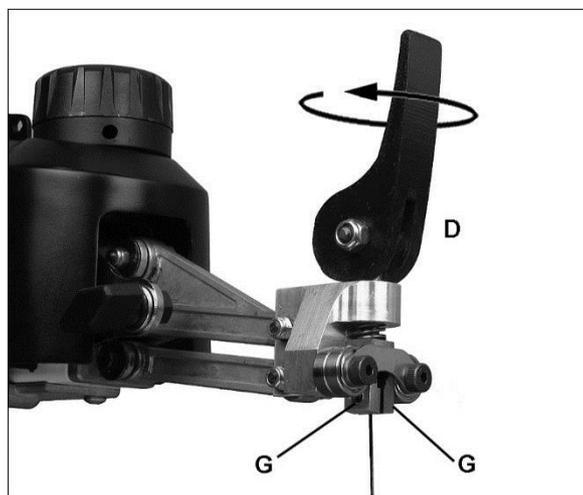

Fig 16
-La tension de la lame peut être augmentée en tournant la poignée (D, Fig 16) d'un tour dans le sens horaire.
-Tournez les vis régulatrices (G) avec une clé de 3mm dans le sens horaire pour réduire le jeu entre les surfaces de serrage.
Contrôlez tout d'abord que les vis régulatrices (G, Fig 16) font saillie de manière régulière dans la zone de blocage. Réglez si nécessaire.